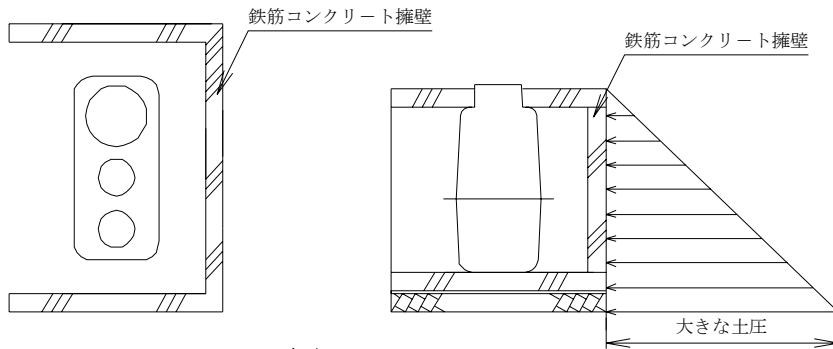

図20
①家の基礎または、大きな建物に接して設置する場合、建物の基礎の外側から45°の線の外側に設置してください。(図20参照)